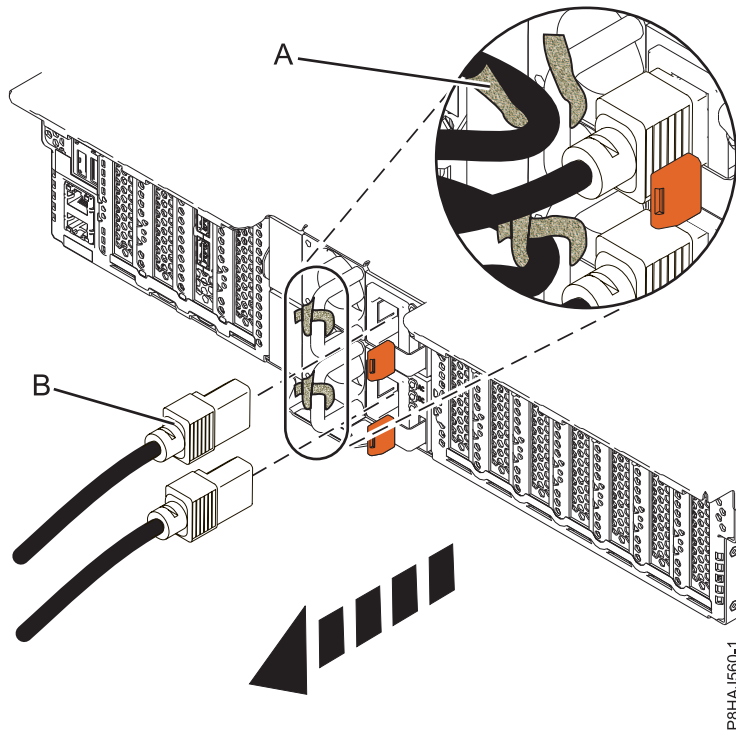
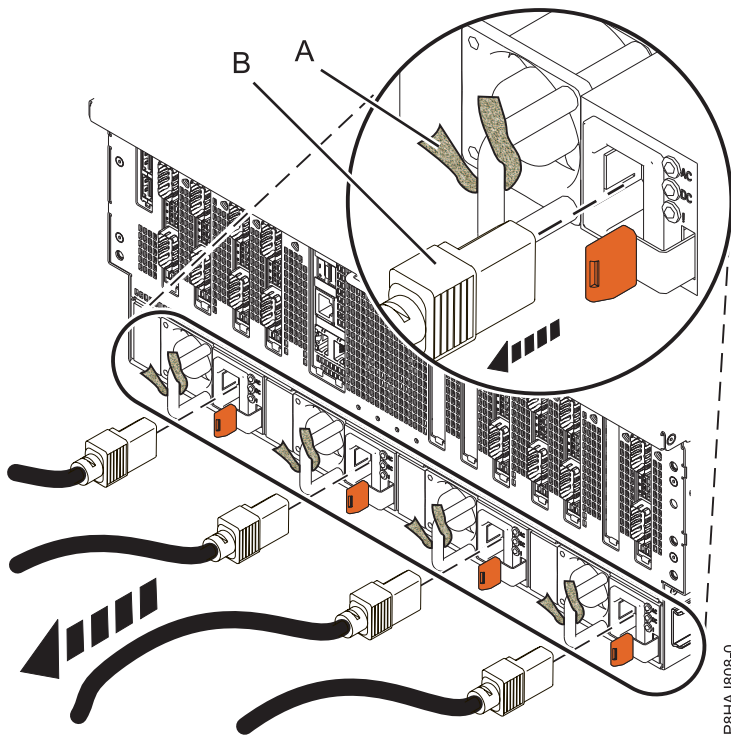

Abbildung 78. Netzkabel bei einem System vom Typ 5148-21L, 5148-22L, 8247-21L, 8247-22L, 8284-21A oder 8284-22A abziehen
Abbildung 79. Netzkabel bei einem System vom Typ 8408-44E oder 8408-E8E abziehen
3. Ziehen Sie die Netzkabel (**B**) von der Systemeinheit ab. Siehe Abbildung Abb. 77 auf Seite 89, Abb. 78 auf Seite 89 oder Abb. 79 auf Seite 90 (abhängig von Ihrem Systemtyp).